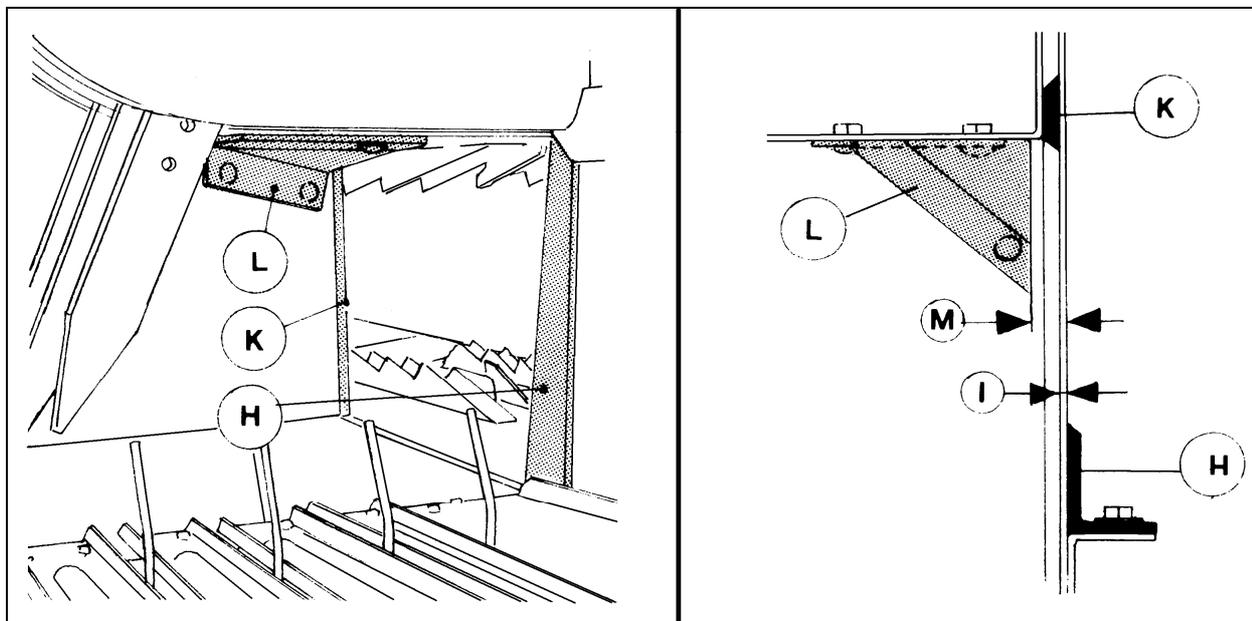
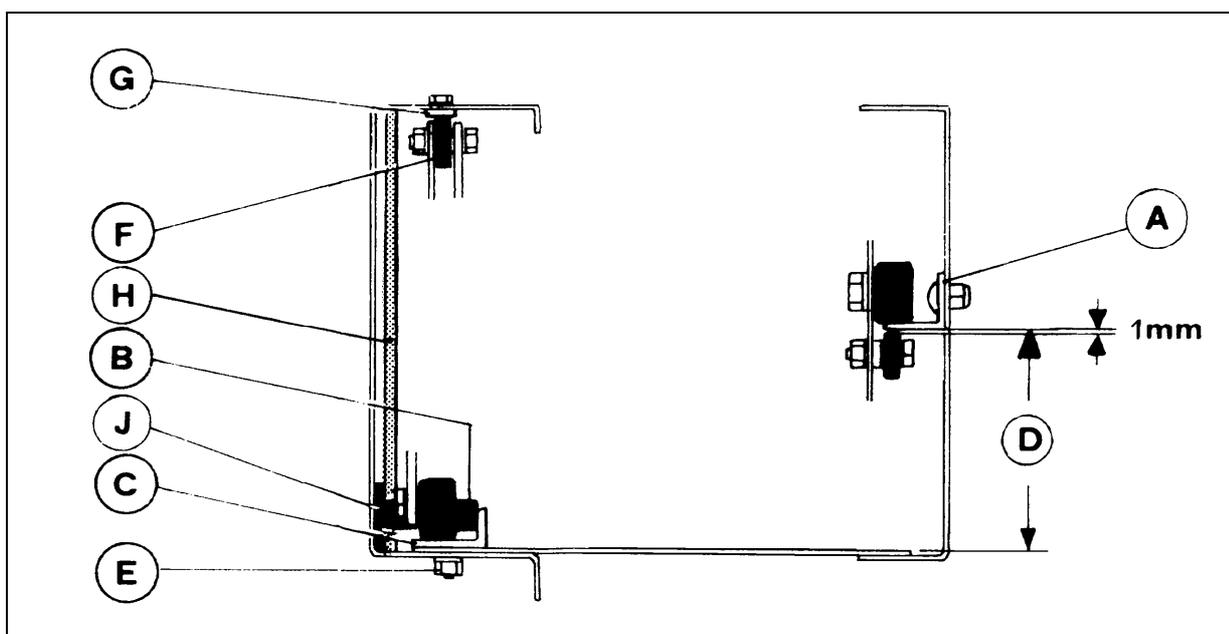

Рис.25
Рис.24
Рабочий рельс (A) (рис. 24) прикрепить параллельно до дна камеры в расстоянии (D)=92±1мм сильно затягивая гайки. После ослабления резца переместить поршень к передней мёртвой точке и рабочий рельс (C) уставить так, чтобы ролики (B) с одной стороны прилегали к рельсу (C) а с другой стороны к вертикальной дорожке качения (K) (рис. 25). Передние винта (E) сильно затянуть. Потом поршень взять назад к задней мёртвой точке и уставить как выше рельс (C) сильно затягивая все винты (E). Передний
Направляющий железный лист (L) (рис. 25) надо установить в расстоянии 3- 5 мм от поршня.